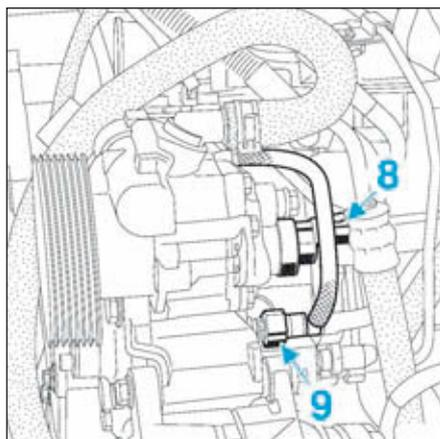

FIG.148
- le connecteur (5) de l'électrovanne de commande de recirculation des gaz d'échappement,
- Déposer les vis de fixation (6) du boîtier EGR.
- Desserrer le collier (7).
- le connecteur (8) du régulateur de pression de carburant (Fig.148),